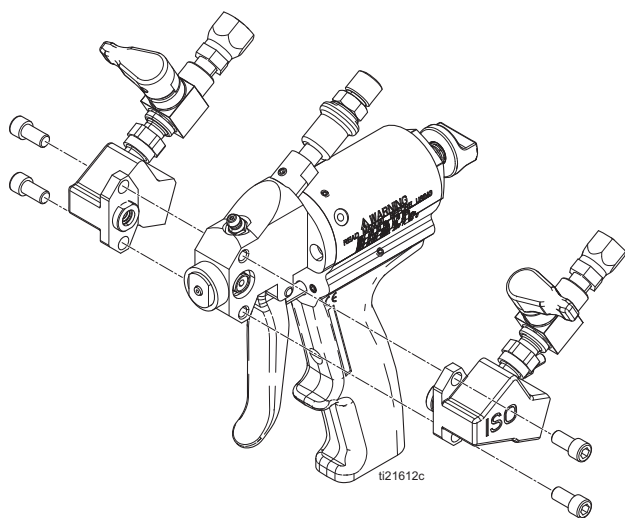

図 11 サイドブロックアセンブリ
4. ネジを外してサイドブロックを取り外します。図 11、18 ページ。